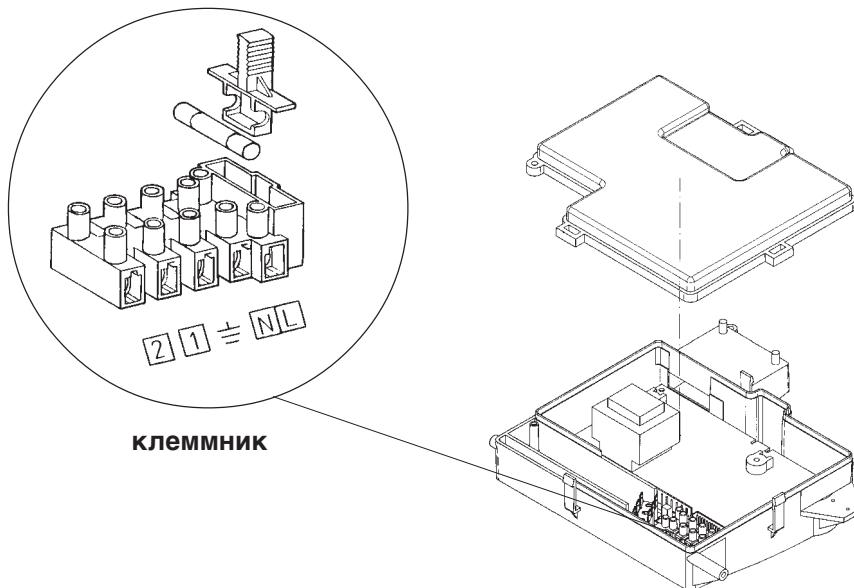

Рисунок 10
- снимите крышку - тем самым Вы получите доступ к участку электрических соединений (рисунок 10).
- обеспечьте доступ к клеммам (рисунок 10), как указано в предыдущей главе;
- уберите перемычку между клеммами (1) и (2);